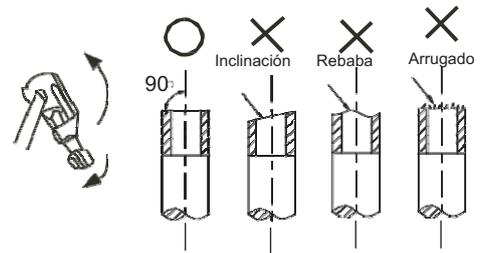

Fig. 6-4
1) Use un cortador de tubos para cortar la tubería (vea la Fig. 6-4).